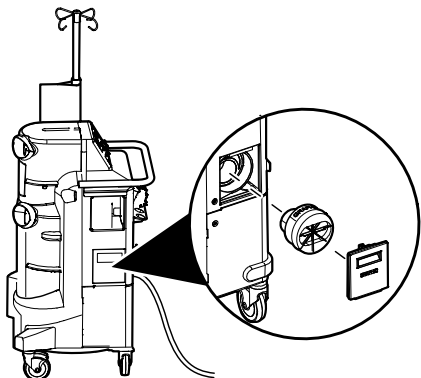

Figura 2 – Extracción e instalación del filtro
- Retire la puerta del compartimento del filtro (figura 2).
5. Instale el filtro nuevo en el compartimento correspondiente y coloque de nuevo la puerta (figura 2).